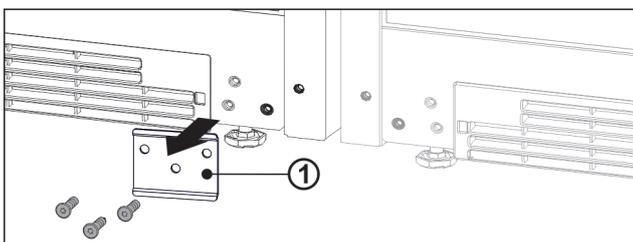

Fig. 14
- ▶ 如果安装了金属片 Fig. 14 (1)，则拧下金属片。